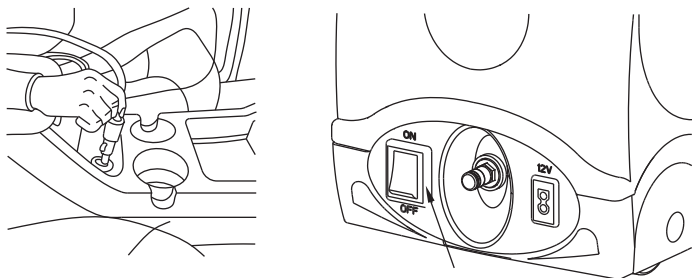

Рис.3
1. Наполните ёмкость мойки водой. Вставьте штекер в гнездо прикуривателя автомобиля, далее переведите переключатель на мини-мойке в положение («ON»-Вкл). - (рис.3)